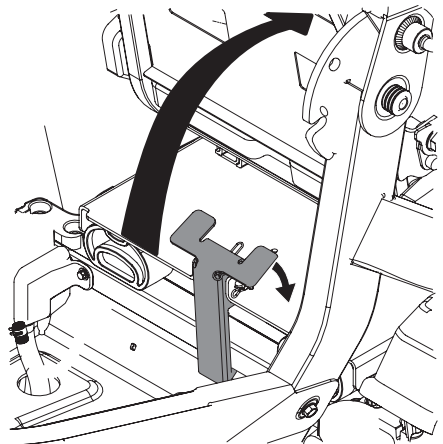

Figura 22
- Gire todo el conjunto del asiento hacia arriba (Figura 22).